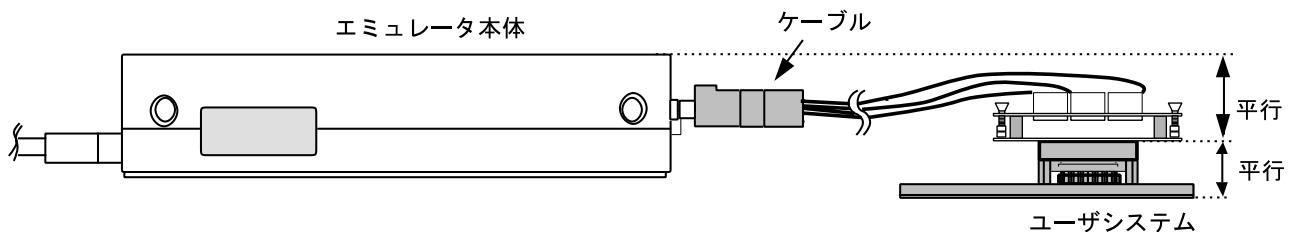

図 10 設置例
- (1) ユーザシステムへの接続時には 1 ピン位置に十分注意して、誤接続は絶対にしないでください。
- (2) 本ユーザシステムインターフェースケーブルを使用する場合の推奨マウントパッド寸法は、MCU 実装用マウントパッド寸法とは異なりますので注意してください。
- (3) 本ユーザシステムインターフェースケーブルは、HS2628EPI61H エミュレータ専用ですので、他のエミュレータ本体には使用しないでください。
- (4) ケーブル本体部が断線する可能性がありますので、本ユーザシステムインターフェースケーブルの上に重いものや金属等の角の尖ったものを置かないでください。
- (5) ユーザシステムに接続した状態では、ユーザシステムインターフェースケーブル、特にケーブル先端部に無理な力が加わらないように注意する必要があります。図 10 の設置例を参照してご使用ください。